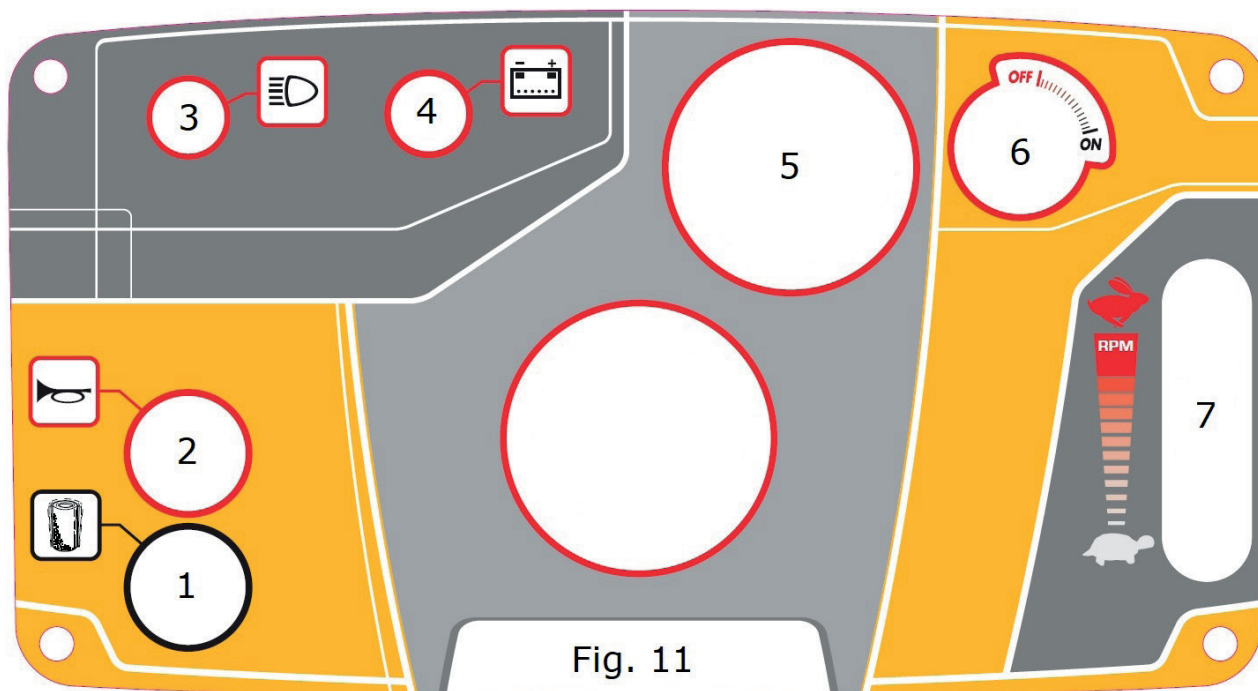

Fig. 11
Przekręcić kluczyk rozruchu w kierunku przeciwnym do ruchu wskazówek zegara **Cz. 6 Rys. 11**.
- Przesunąć dźwignię przyspieszacza **Cz.7 Rys.11** do pozycji maksymalnej (zając).
- Przekręcić kluczyk zapłonu **Cz.6 Rys.11** zgodnie z ruchem wskazówek zegara poza pierwsze kliknięcie. Po pierwszym kliknięciu zaświeci się dioda LED akumulatora **Cz.4 Rys.11** (w przeciwnym razie akumulator nie jest wystarczająco
- Przekręcić kluczyk zapłonu w kierunku przeciwnym do ruchu wskazówek zegara **Cz. 6 Rys. 11**.
Przed rozpoczęciem pracy i przed opróżnieniem pojemnika na odpady należy wibrować filtr, naciskając przycisk Część.1 Rys.11, przez 5/6 cykli po 3/4 sek. każdy.
**Przed rozpoczęciem pracy i przed opróżnieniem pojemnika na odpady należy wibrować filtr, naciskając przycisk Część.1 Rys.11, przez 5/6 cykli po 4/5 sek. każdy.**